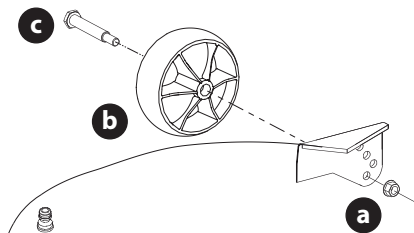

Fig. 12
- Extraiga la tuerca e seguridad (a) rueda de calibración (b) y el tornillo con reborde (c) de la plataforma (Fig. 12).
- Inserte el tornillo con reborde en uno de los cuatro orificios de posicionamiento, en el del soporte de rueda de calibración delantera. Deje 1/4-1/2 pulgada (6.35-12.7 mm) de separación entre el suelo y la rueda de calibración (Fig. 12).